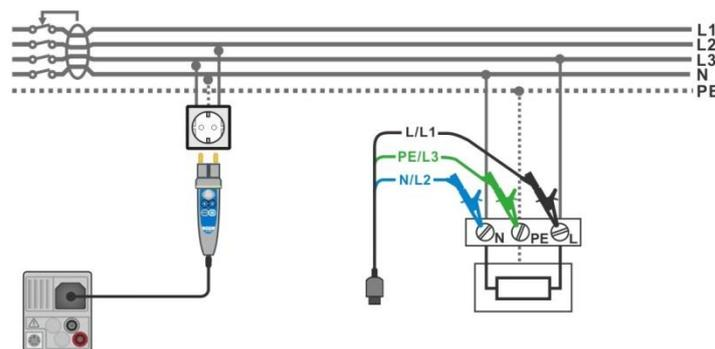

Abbildung 7.32: Anschluss des Commander-Prüfsteckers und der Dreileiter-Prüfleitung
- › Schließen Sie die Prüfleitungen oder den Commander Prüfstecker am Prüfling an, siehe **Abbildung 7.32**.